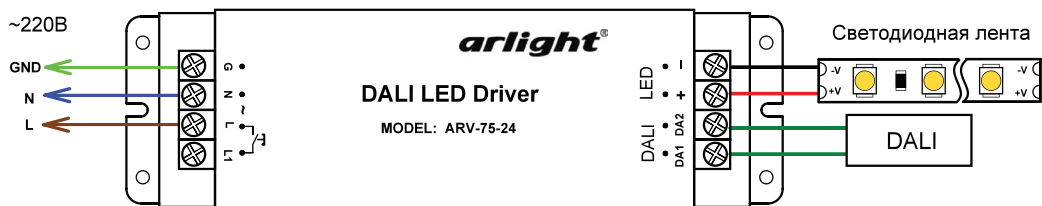
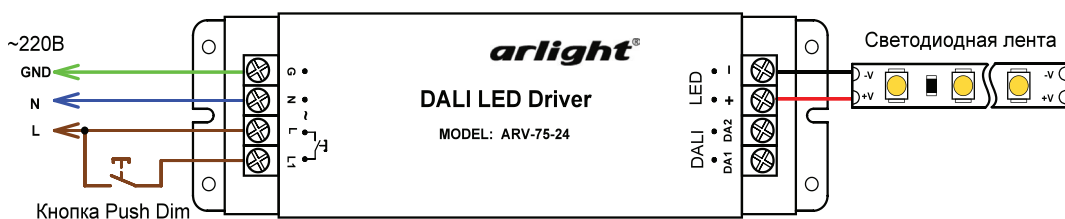

Рис.1. Подключение источника напряжения при использовании интерфейса DALI (на примере ARV-75-24).
Рис.2. Подключение источника напряжения при использовании Push Dim (на примере ARV-75-24).
- 3.3. Подключите светодиодную ленту к выходу **LED+** и **LED-** (Рис.1, Рис.2). Соблюдайте полярность подключения.
- Если для управления используется интерфейс DALI, подключите провода шины DALI к клеммам DA1 (DALI1) и DA2 (DALI2) в соответствии со схемой Рис.1.
- Если используется управление Push Dim подключите кнопку в соответствии со схемой Рис.2.